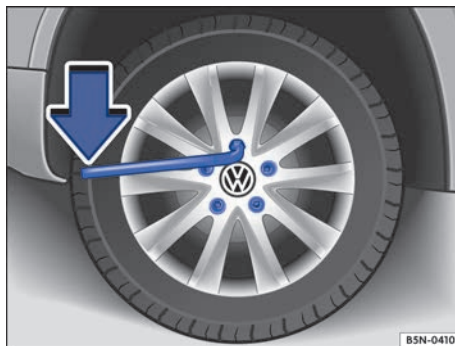

Fig. 260 Cambio de rueda: aflojar los tornillos de rueda.
- Encaje la llave de rueda en el tornillo hasta el tope → fig. 260.